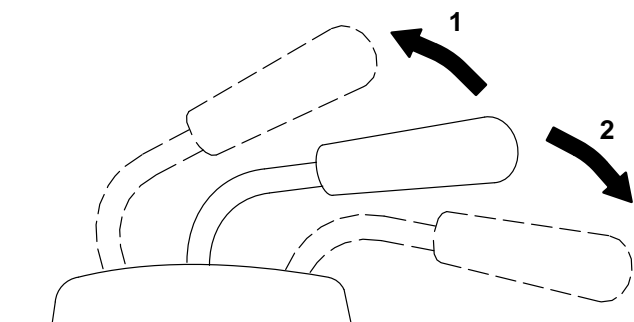

Abbildung 18
2. Den Hubhebel nach OBEN ziehen, um das Zusatzgerät anzuheben (Abb. 18). Dadurch wird das Zusatzgerät angehoben und in gehobener Position gehalten.
2. Den Hubhebel nach UNTEN drücken, um das Zusatzgerät abzusenken (Abb. 18).